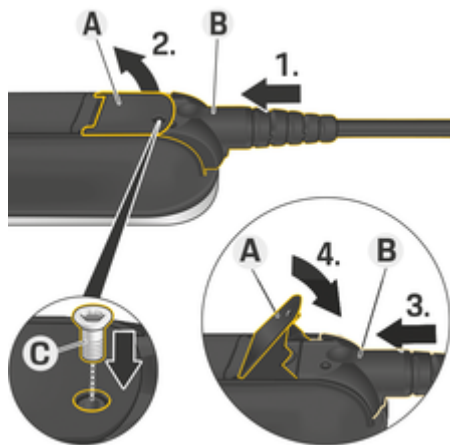

Fig. 9: Fixation des câbles et des fiches
✓ Le levier A (Fig. 9) est abaissé.
1. Insérez la fiche B (Fig. 9) dans le module de commande jusqu'au premier point de résistance.
5. Fixez la fiche B au module de commande à l'aide de la vis C (Fig. 9).